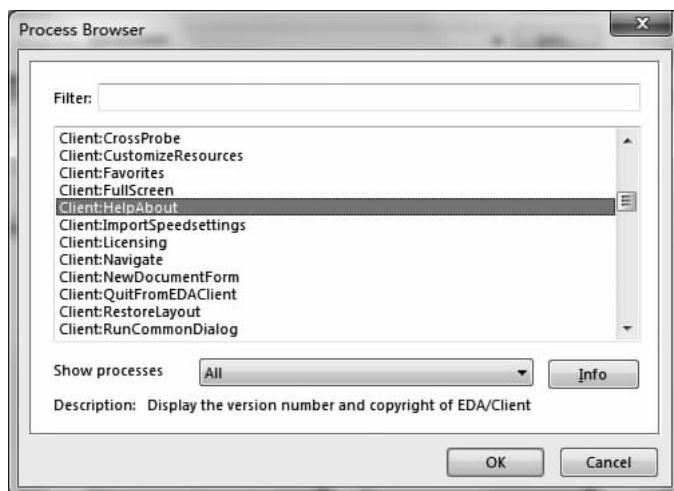

图 1-38 “Process Browser”对话框
(3) 单击“Edit Command”对话框的“Action”选项区域内的“Process”编辑框右侧的“Browse”按钮, 打开如图 1-38 所示的“Process Browser”(进程浏览器)对话框。